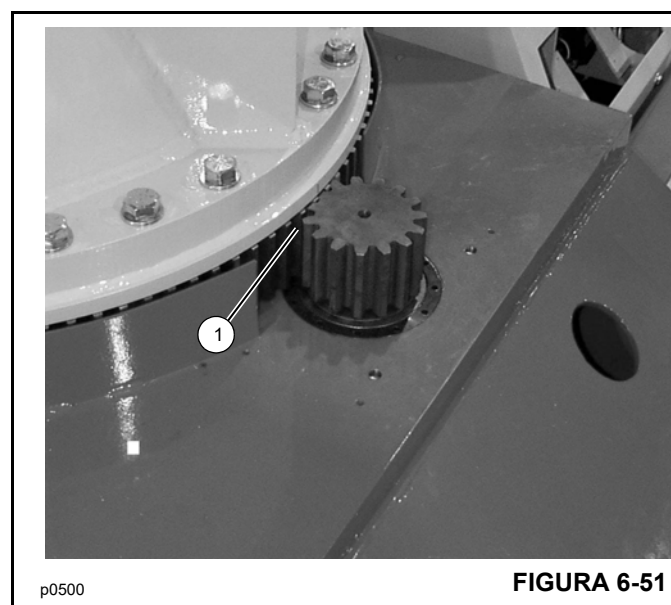

FIGURA 6-51
2. Dê partida no motor e gire o mastro até o ponto alto da engrenagem do giro ficar alinhado com o pinhão. O ponto alto é marcado com um punção na borda da chapa da base do mastro (Figura 6-51).
3. Com um calibrador de folga, verifique a folga entre os dentes da coroa e pinhão (1, Figura 6-51). Não deve haver nenhuma folga entre os dentes das engrenagens do giro e o dente do pinhão. Se houver alguma folga, ajuste o conjunto. Consulte o *Manual de serviço*.